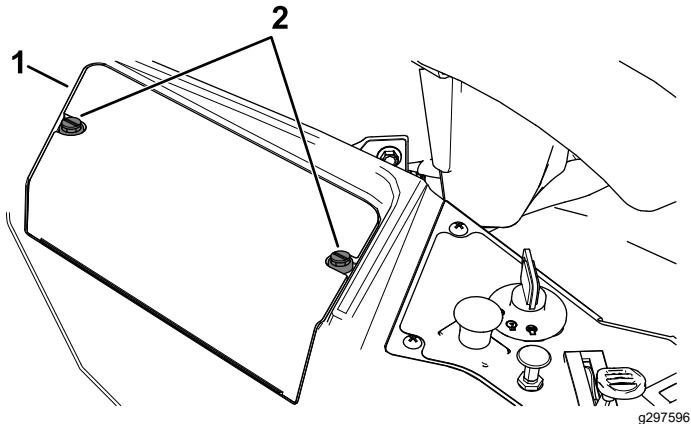

Figure 54
3. Desserrez les 2 fixations sur le couvercle de la batterie en les tournant de 1/4 de tour dans le sens antihoraire, et déposez le couvercle (Figure 54).